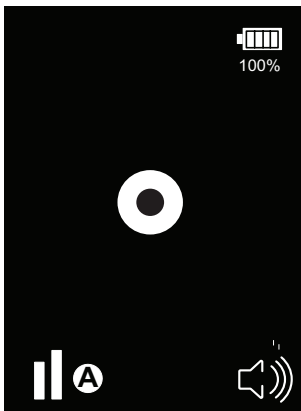

Fig. 6: Affichage de l'état stable.
- Le CS LD 1.0 est prêt à commencer la recherche de fuites lorsque le "bip" sonore retentit. Le cercle central clignote en synchronisation avec le son (Fig. 6)